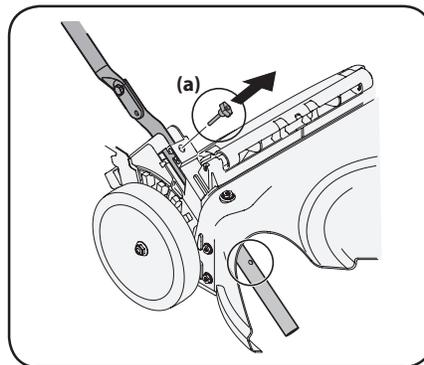
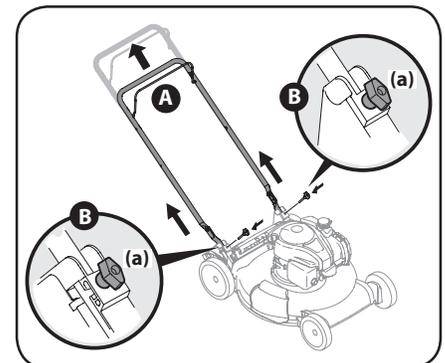

Figure 2-3
Figure 2-4
4. Retirez les boulons à oreilles (a) des supports du guidon. Voir Figure 2-3.
- a. Tirez le guidon vers le haut jusqu'à ce que les trous dans la partie inférieure (voir Figure 2-3) s'alignent avec les trous des supports de guidon. Voir Figure 2-4.
- b. Insérez les boulons à oreilles (a) retirés à l'étape 4 dans les supports de guidon et dans la poignée inférieure. Serrez bien les boulons pour fixer la poignée. Voir Figure 2-4.